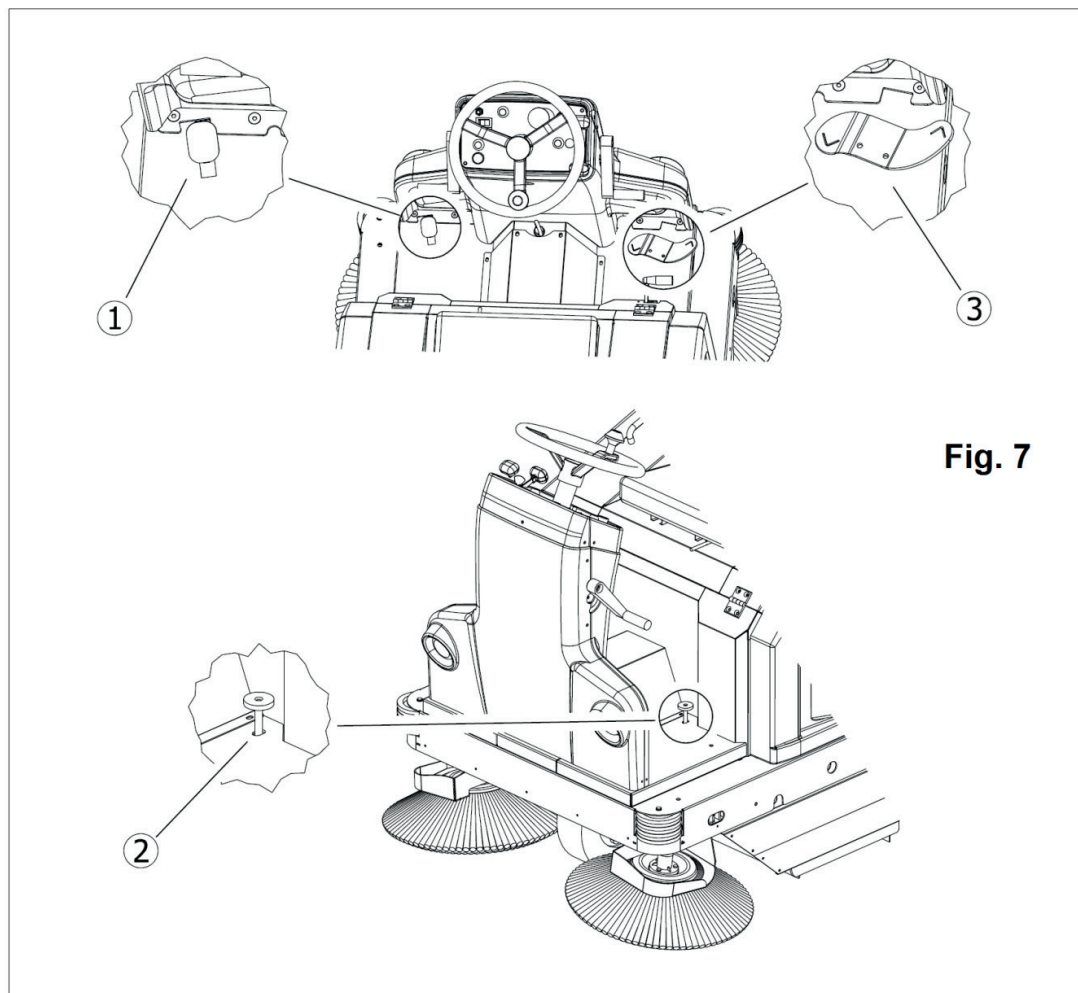

Fig. 7
El sube-flap, **Part. 2 Fig. 7**, permite subir la junta delantera empujando el pedal **Part. 3 Fig. 5**, facilitando la recogida de objetos voluminosos. Está indicado para hojas, paquetes de cigarrillos, etc..
Pulsando este pedal **Part. 1 Fig. 7** la máquina disminuye la velocidad y se para (hasta que se suelte).
**Part. 3 Fig. 7.** Este pedal asume dos funciones correspondientes a la posición del selector de marcha **Part. 7** del cuadro de mandos. Presione el pedal gradualmente y nunca de forma brusca para conseguir arranques suaves y velocidades graduales . **Por motivos de seguridad, la velocidad de la máquina con marcha atrás es muy reducida.** En la posición neutral, la máquina puede ser empujada tanto hacia adelante como hacia atrás.
- Presione la palanca de accionamiento **Part.3 Fig.7** con el pie derecho en la dirección de avance (ver flecha en el pedal). Presione gradualmente y nunca con movimientos bruscos para obtener arranques suaves y velocidades graduales.
- Presione la palanca de accionamiento **Part.3 Fig.7** con el pie derecho en dirección inversa (ver flecha en el pedal). Presione gradualmente y nunca con movimientos bruscos para obtener arranques suaves y velocidades graduales. La velocidad de retroceso es muy baja para mayor seguridad.